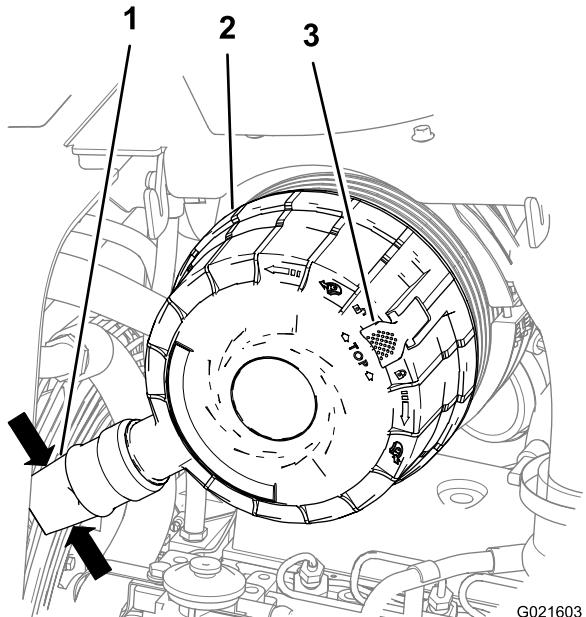

Figura 78
- Apriete los lados de la válvula de polvo situada en la tapa del limpiador de aire para vaciar el agua, el polvo y la suciedad de la válvula (Figura 78).
- Tire hacia fuera del enganche de la tapa del limpiador de aire (Figura 78).